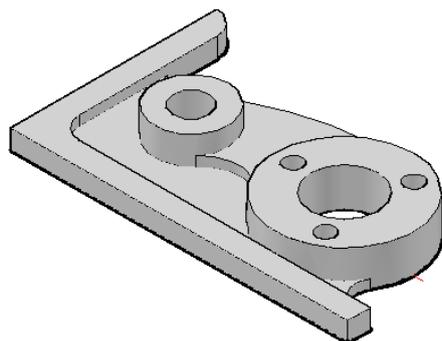

Рис. 9 Вычитание отверстий
6. Командой «Вычитание» удалите отверстия (рисунок 9)